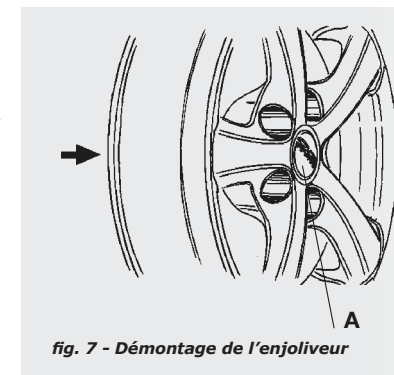

fig. 7 - Démontage de l'enjoliveur
Certaines jantes OZ prévoient l'utilisation d'un enjoliveur (A) positionné au centre de la jante, réalisé dans des couleurs particulières afin de compléter l'esthétique du modèle. Pour un montage correct de l'enjoliveur, le positionner dans son logement au centre de la jante, puis appuyer sur l'enjoliveur jusqu'au dé clic qui en détermine la fixation. S'il s'avère nécessaire de remplacer l'enjoliveur, il faut d'abord démonter la roue de la voiture, et le pousser hors de son logement en agissant dans le sens indiqué par la flèche (fig. 7). Il est absolument interdit de chercher à extraire l'enjoliveur de son logement sur la jante en faisant levier avec des outils car cela endommagerait irrémédiablement la jante.